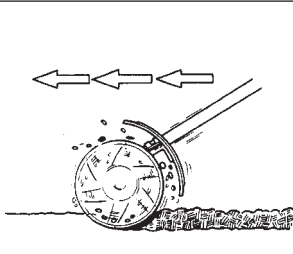

Fig. 3-3
3) Πάντοτε να χειρίζεστε το χορτοκοπτικό από τη δεξιά σας πλευρά. (Fig. 3-3)
- b. For shallow tilling, move the unit quickly over soil surface. (Fig.3-3)
- b. Zum seichten Pflügen bewegen Sie das Gerät schnell über das Erdreich. (Fig. 3-3)
- b. Si on veut le labourage peu profond, déplacer vite l'ensemble sur la surface du sol (Fig. 3-3).